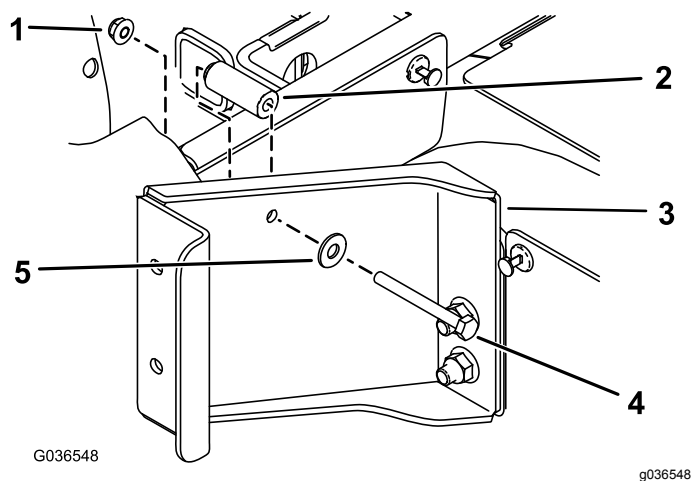

Figura 2
- C. Prenda o suporte por trás da base do banco traseiro utilizando um parafuso de cabeça hexagonal (1/4 pol. x 2 1/2 pol.), uma anilha plana (5/16 pol.), um espaçador (9/32 pol. x 5/8 pol.) e uma porca flangeada (1/4 pol.), como se mostra na Figura 2.